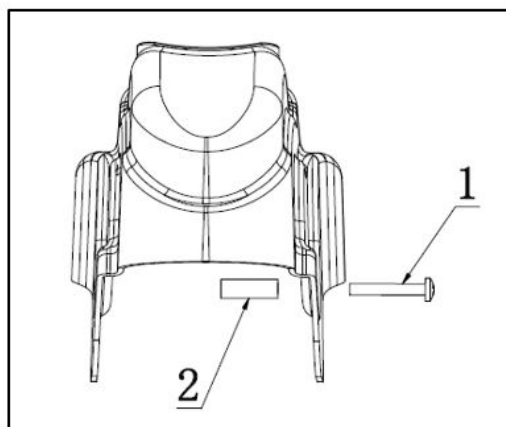
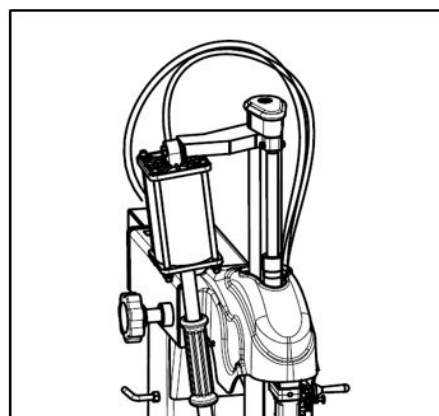

FIG19
FIG20
- Fastgør beskyttelsesdækslet (FIG18-1) til firkantstangen som vist i FIG19 ved hjælp af 2 stk. M6x40 skruer (FIG19-1) fra begge sider. Under installationen indsættes skiverne (FIG19-2) indeni beskyttelsesdækslet som vist i FIG20 for at undgå at beskadige dækslet.